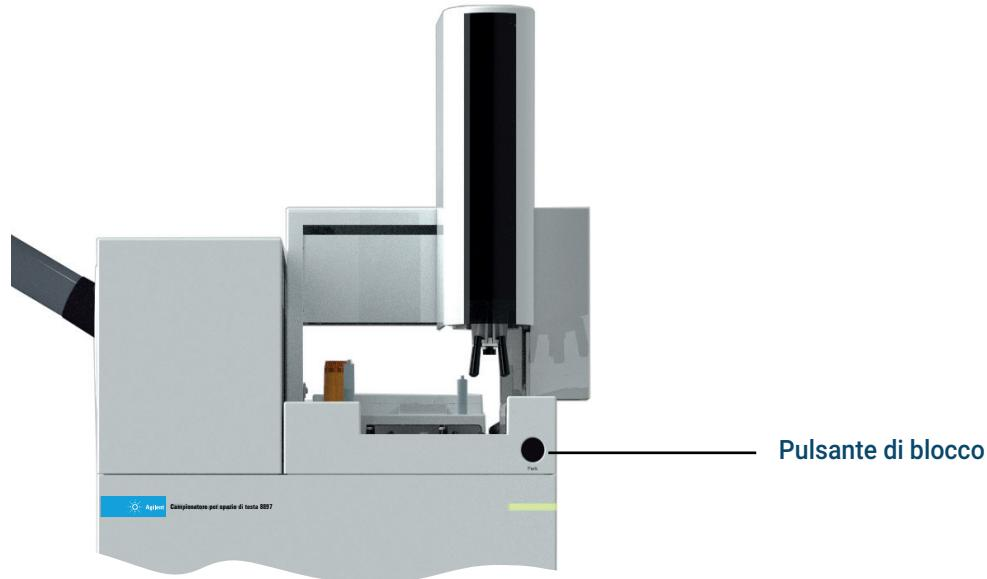

Figura 11. Posizione del pulsante di blocco
- Premere pulsante di blocco per bloccare il vassoio (ossia spostare il cavalletto in posizione di riposo per accedere comodamente all'area dei rack). Vedere **Figura 11** a pagina 35.